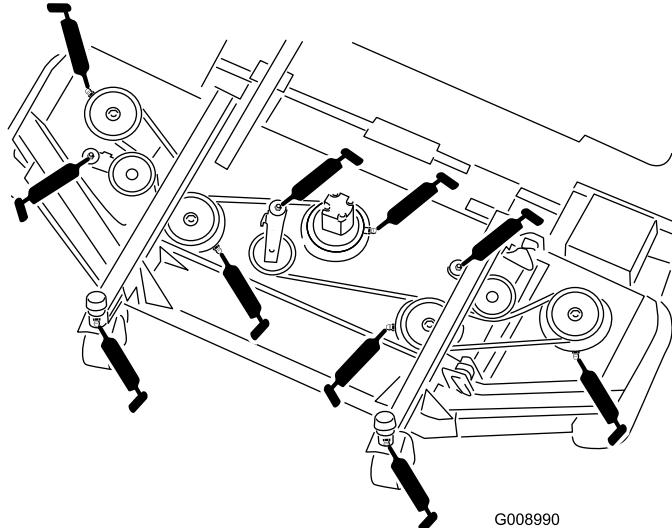

図 52
- キャスターフォークのシャフトのベアリング2ヶ所 図 52。
- スピンドルシャフトのベアリング5ヶ所スピンドルハウジング 図 52
- アイドラーArmのピボットのブッシュ3ヶ所アイドラピボットのシャフト 図 52